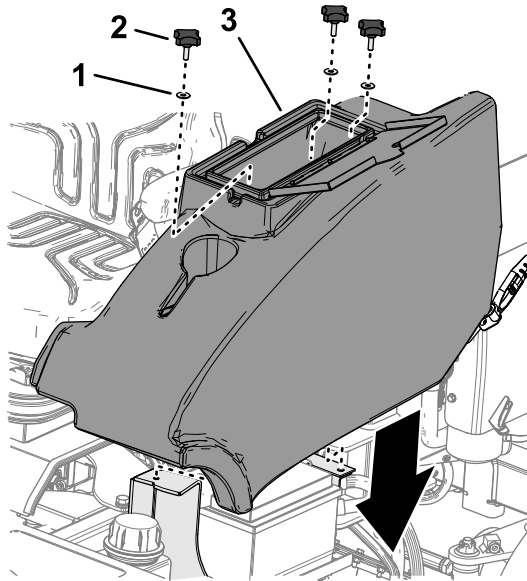

Figure 48
2. Montez le compartiment de rangement sur la machine avec les 3 boutons et les 3 rondelles (Figure 48)